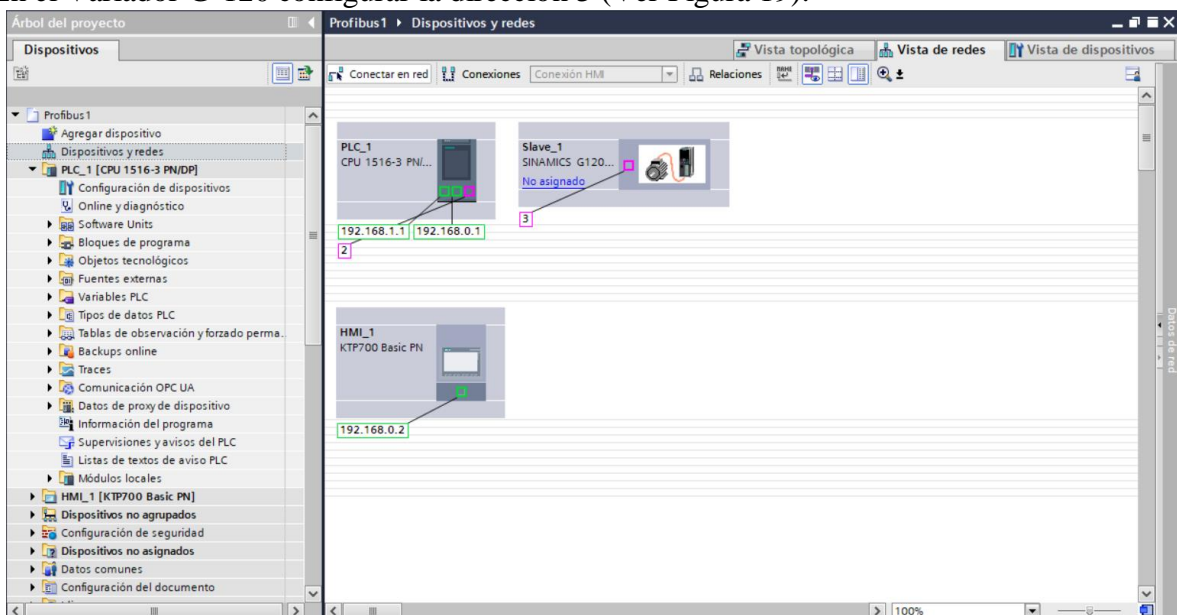

Figura 19. Configuración de direcciones IP.
- En el Variador G-120 configurar la dirección **3** (Ver Figura 19).